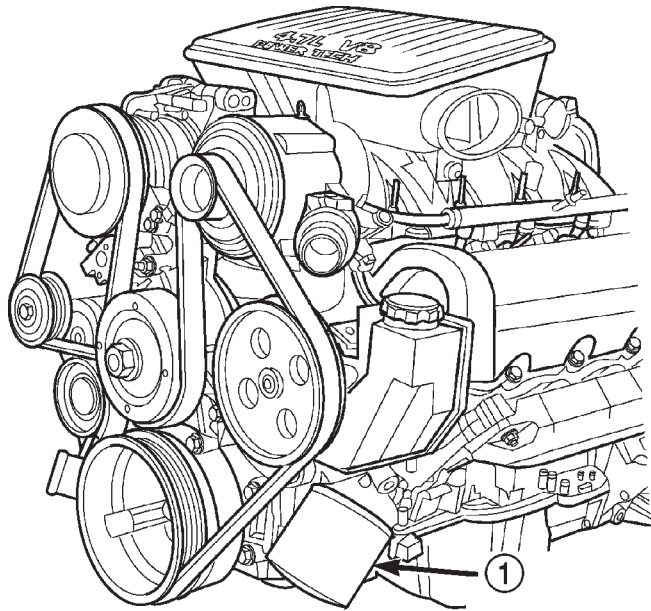

Abb. 31 Ölfilter—4.7L-Motor
- (1) Eine Ölauffangwanne unter den Ölfiler stellen.
- (2) Ölfiler mit einem geeigneten Ölfilterschlüssel lösen.
- (3) Ölfiler durch Drehen nach links vom Ölfileransatz am Motorblock abschrauben (Abb. 31).
- (4) Sobald sich der Filter vom Hauptölfiler des Zylinderblocks löst, die Dichtungsseite nach oben halten, damit möglichst wenig Öl verschüttet wird. Filter aus dem Fahrzeug ausbauen.
- (5) Öl und Schmutzablagerungen mit einem Putzlappen von der Auflagefläche der Dichtung abwischen.